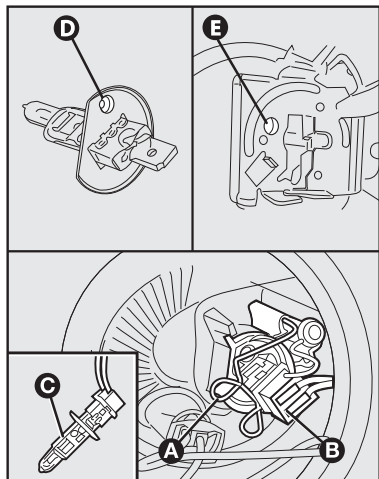

fig. 18
- desenganchar as molas do bloqueador de lâmpada pressionando-as lateralmente **A-fig. 18**;
- montar a nova lâmpada, fazendo coincidir o molde da parte metálica **D-fig. 18** com a sede existente na parábola do farol **E-fig. 18**, em seguida, ligar de novo o conector elétrico **B** e enganche a mola do bloqueador de lâmpadas **A**;